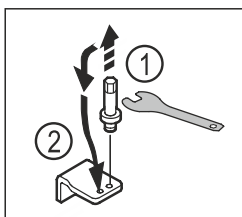

Fig. 14
- ▶ Draai de bout van de onderste lagersteun los met een SW5-inbussleutel. Fig. 14 (1)
- ▶ Plaats de bout aan de andere kant. Fig. 14 (2)